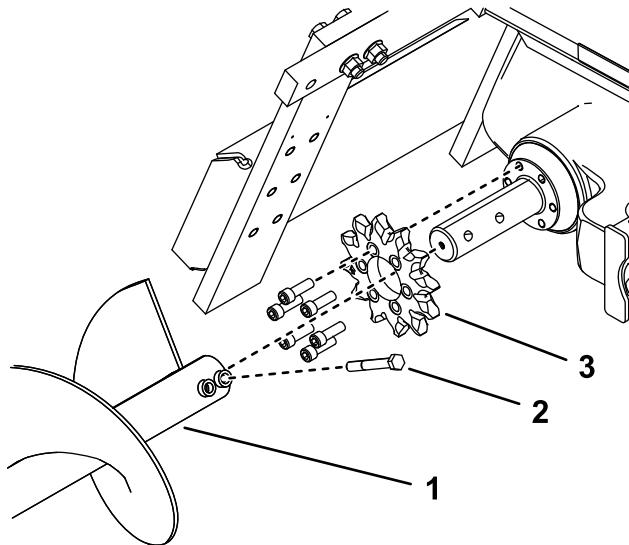

図 16
4. スポイルオーガを取り外す図16。
9. 駆動スプロケットを固定しているボルト 6 本を取り外す図 16。
10. 駆動スプロケットを外して捨てる図 16。
12. 図に示すように、新しいスプロケットを取り付ける図 16。
13. ボルト 6 本を取り付けて指締めする図 16。